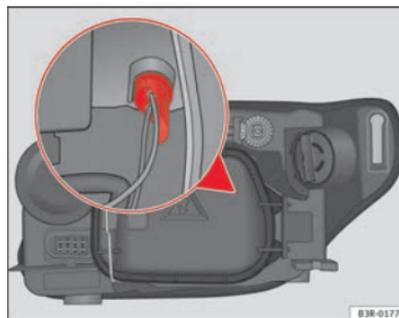

Fig. 207 Lampadina Luci di posizione
- Estrarre il portalampada afferrandolo per l'impugnatura ⇒ fig. 207 (si può estrarre anche tirando i cavi del portalampada).